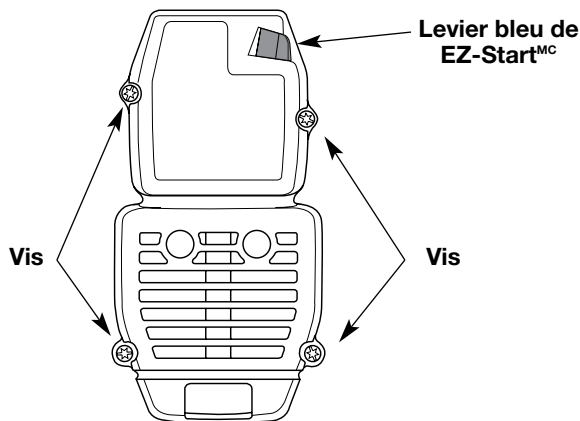

Fig. 25
1. Retirez les quatre vis retenant le couvercle (Fig. 25). Servez-vous d'un tournevis à lame plate ou à mèche T20 Torx.
2. Insérez les quatre vis dans les trous du couvercle (Fig. 25) et vissez. Évitez de trop serrer.